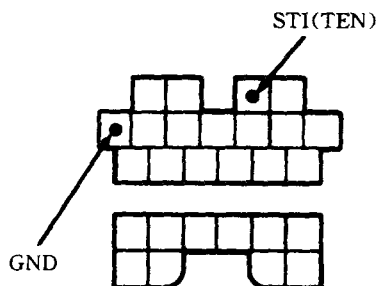

图 9 在数据传输连接线上连接跳线
6) 检查 1993~1995 年产 MX3 车型 1.8L (K8)、1993~1995 年产 626 车型、MX6 车型 2.5L (KL) 和米莱尼亚车型 2.5L (KLD) 发动机，怠速应为 $600 \sim 700 \text{ r/min}$ 。如有必要，调节怠速。
8) 在数据连接器的 STI (TEN) 端和 GND 接地端间连接一跳线 (参见图 9)。
7) 正时灯对准正时标记, 若装备手动变速驱动桥, 正时应为 $10^\circ \pm 1^\circ$, 而自动变速驱动桥, 应为 $12^\circ \pm 1^\circ$ (参见图 9)。
6) 用跳线连接数据传输接线器的 STI (TEN) 和 GRD (接地端) 参见图 9。
6) 用跳线连接数据传输接线器的 STI (TEN) 和 GRD (接地端) (参见图 9)。
9) 将正时灯对准正时标记。点火正时应在上止点前 $6^\circ \sim 8^\circ$ 之间 (参见图 9)。
6) 用跳线连接数据传输接线器的 STI (TEN) 和 GRD (接地端), (参见图 9)。